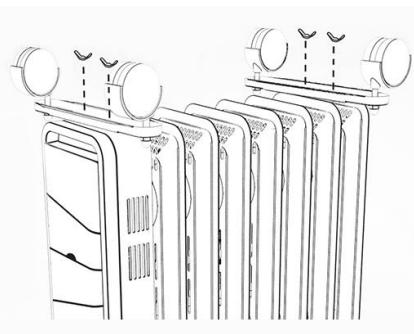

Abb.3
3. Befestigen Sie sie mit den mitgelieferten Schrauben und Flügelmuttern an der Heizung. Flügelmuttern festziehen. (Abb. 3)